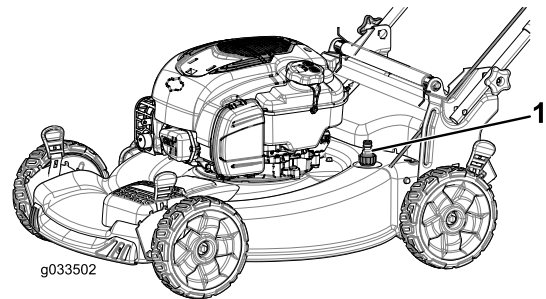

Figura 21
5. Collegate una canna da giardino al rubinetto dell'acqua e al foro di lavaggio (Figura 21).